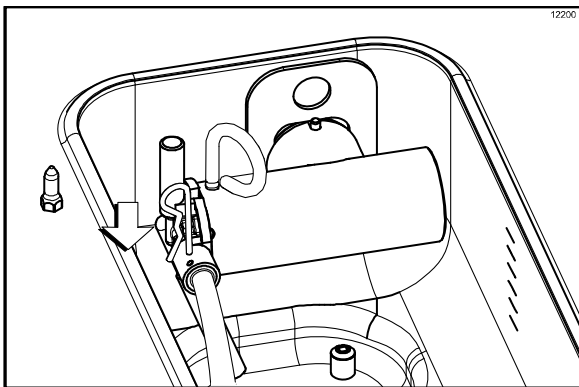

Figura 166
2. Quando o mix deixar de borbulhar para dentro do cilindro de congelamento, retire a trava da conexão de saída da bomba de mix. Insira a extremidade de saída do tubo de alimentação de mix no orifício de entrada do reservatório. Coloque a extremidade de entrada do tubo de alimentação na conexão de saída da bomba de mix. Prenda com a trava. (Veja a Figura 166.)